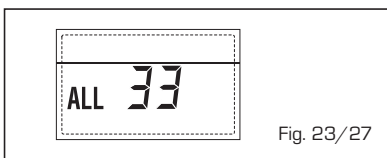

Fig. 23/27
- **ANOMALIA COMUNICAÇÃO PLAQUETA RS-485 EM MODALIDADE CASCATA "ALL 34" (fig. 23/28)**